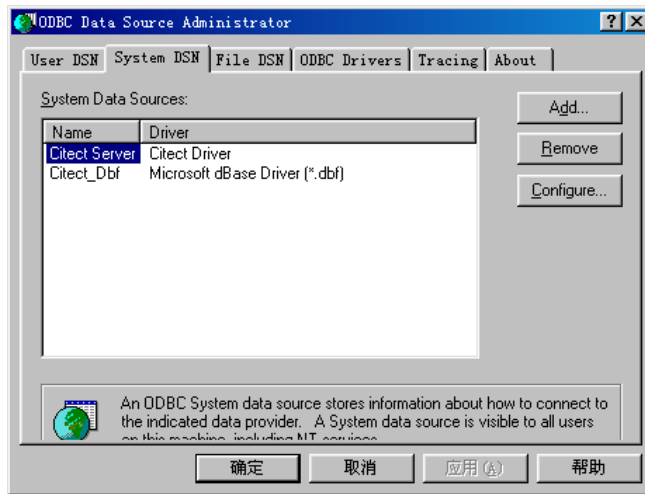

图 19.11 定义 Oracle7.2 数据源
- 单击 Advanced。使用 ODBC Oracle Advanced Driver Setup 对话框。单击 Close。ODBC Data Source Administrator 对话框将出现，如图 19.11 所示。